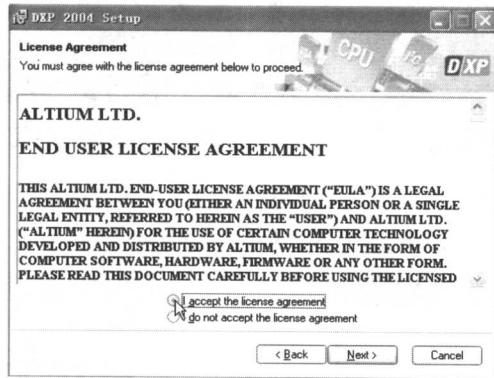

图 1-6 安装向导第 2 步
► 步骤 8：单击 **Next >** 按钮后，系统将进入下一步的安装，如图 1-6 所示，单击 **< Back** 按钮，可返回上一步。